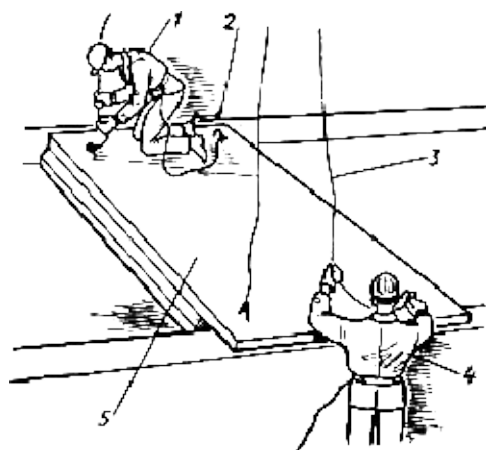

Рис.6. Схема расстроповки лестничной площадки
12. Рабочий, выполняющий монтажные работы, старший в звене дает сигнал машинисту крана ослабить стропы 3 (рис.6).